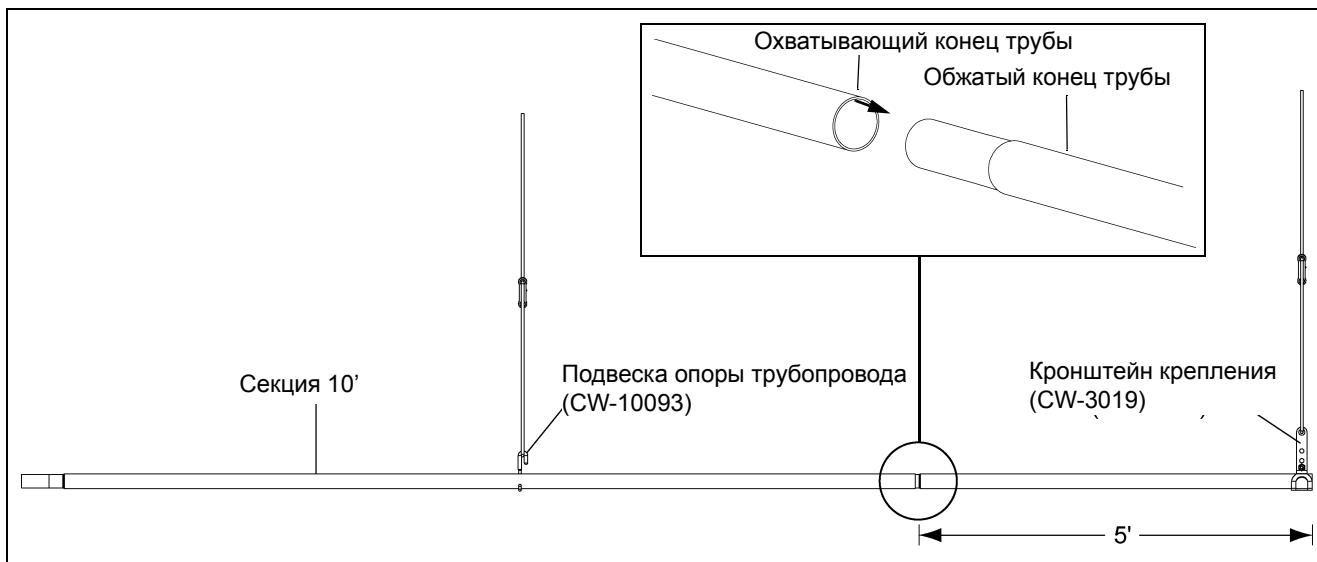

Рисунок 6С
1. Разрежьте одну опору трубы длиной 10' пополам, чтобы получить две (2) секции по 5'.
*(см. рисунок 6С.)*